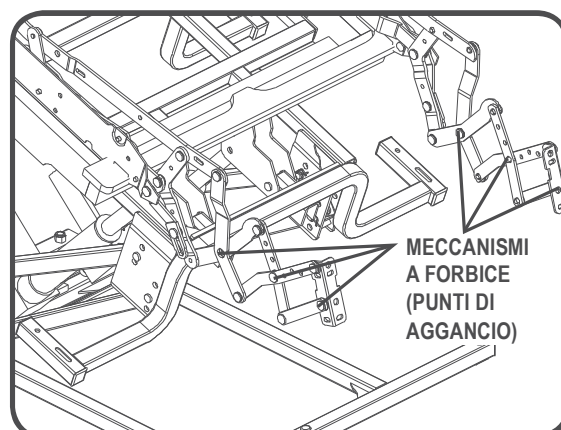

Figure 3.3 Meccanismo a forbice
**Meccanismi a forbice:** Si distendono o ritraggono per posizionare la poltrona sui diversi livelli di inclinazione (Fig. 3.3).